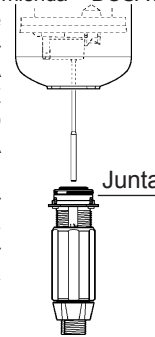

Fig. 7
- 1 - Cuando utiliza productos solubles disueltos, se recomienda desmontar periódicamente la parte dosificación completa, (véase : § LIMPIEZA DE LA VÁLVULA DE ASPIRACIÓN, § CAMBIO DE LAS JUNTAS DE LA PARTE DOSIFICACIÓN). Aclararla con agua abundante y volver a montarla después de haber engrasado la junta con una grasa de silicona (Fig. 7).